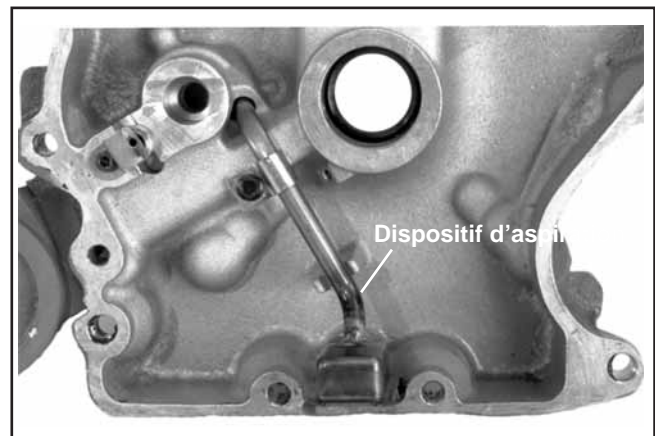

Figure 9-43. Dépose du joint d'huile et du dispositif d'aspiration d'huile.
1. Retirer le joint d'huile de la plaque de fermeture. Voir la figure 9-43.